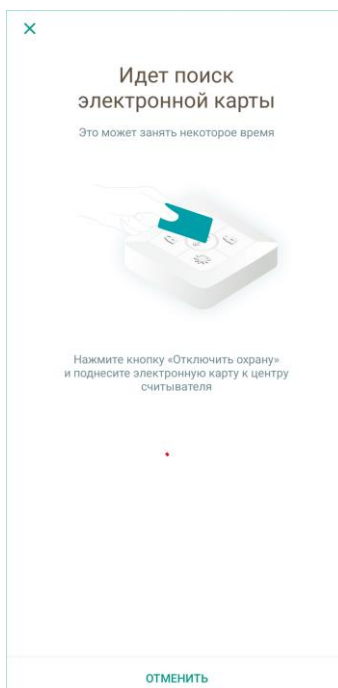
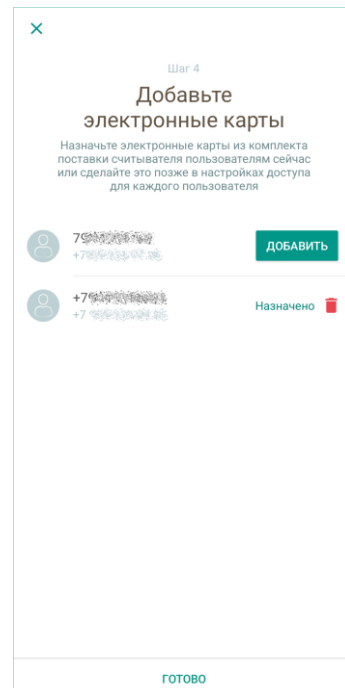

Рисунок 6.4 — Назначение RFID-меток пользователям (выполнение)
Рисунок 6.5 — Назначение RFID-меток пользователям (метки добавлены)
- На пульте нажмите кнопку отключения охраны (4, рисунок 2.1) и поднесите назначаемую RFID-метку к центру пульта. Удерживайте RFID-метку на расстоянии не более 1 см от пульта до тех пор, пока индикатор пульта не мигнет дважды красным цветом и не прозвучит один длинный звуковой сигнал (см. рисунок 6.4). Пульт считывает RFID-метку и назначит ее пользователю (см. рисунок 6.5).